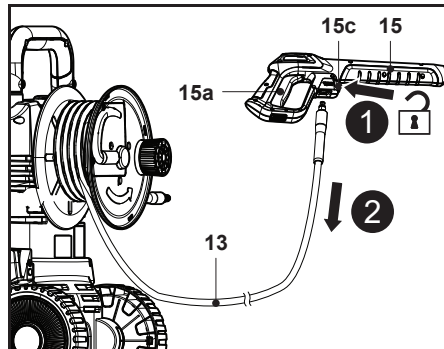

Fig. 8
3. Pentru a debransa furtunul cu presiune (13) de la pistolul pulverizator (15), ține apăsată maneta de eliberare rapidă (15c) spre furtun (13) și trage afară furtunul cu presiune (13) (fig. 8, pașii 1, 2).